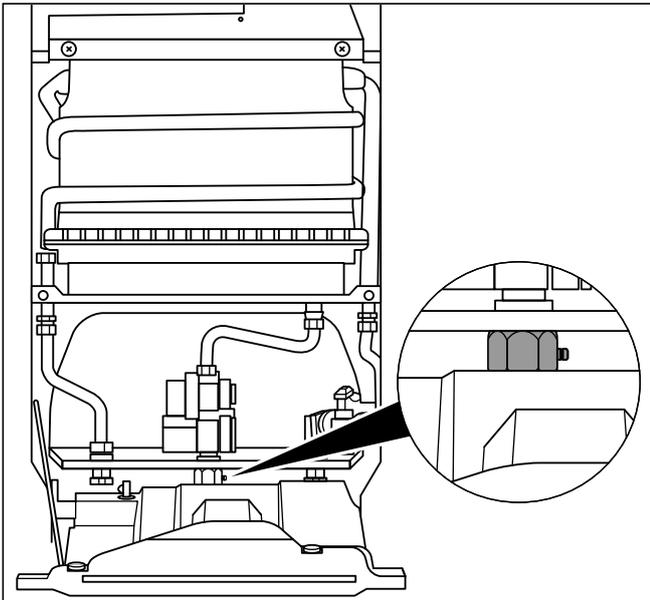

Abb. 6.1 Messstutzen Gas-Anschlussdruck Typ 14-2/0
- Schrauben Sie die Dichtungsschraube des Anschlussdruck-Messstutzens heraus (siehe Abb. 6.1 Messstutzen Gas-Anschlussdruck).